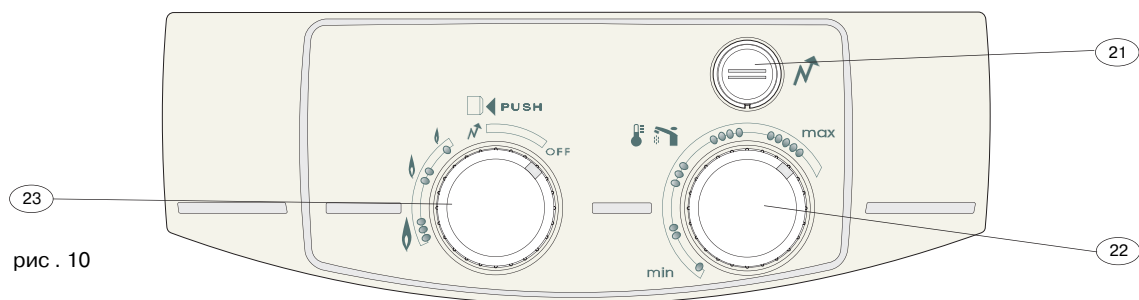

рис. 10
- Выньте рукоятки регулировки (23) подачи газа и регулятора температуры (22) (рис. 10), потянув их на себя
Переведите кнопку-регулятор подачи газа (23) в положение "N" (рис. 10).
горелка. В этом случае, удерживая кнопку-регулятор подачи газа (23), нажмите несколько раз на кнопку (21) до тех пор, пока не включится запальная газовая горелка. После того как включится запальная газовая горелка, продолжайте удерживать кнопку-регулятор подачи газа (23) в положении "N" еще несколько секунд, чтобы запустить систему безопасности, а затем переведите регулятор "23" в положение между отметками "0" и "0" (рис. 10).